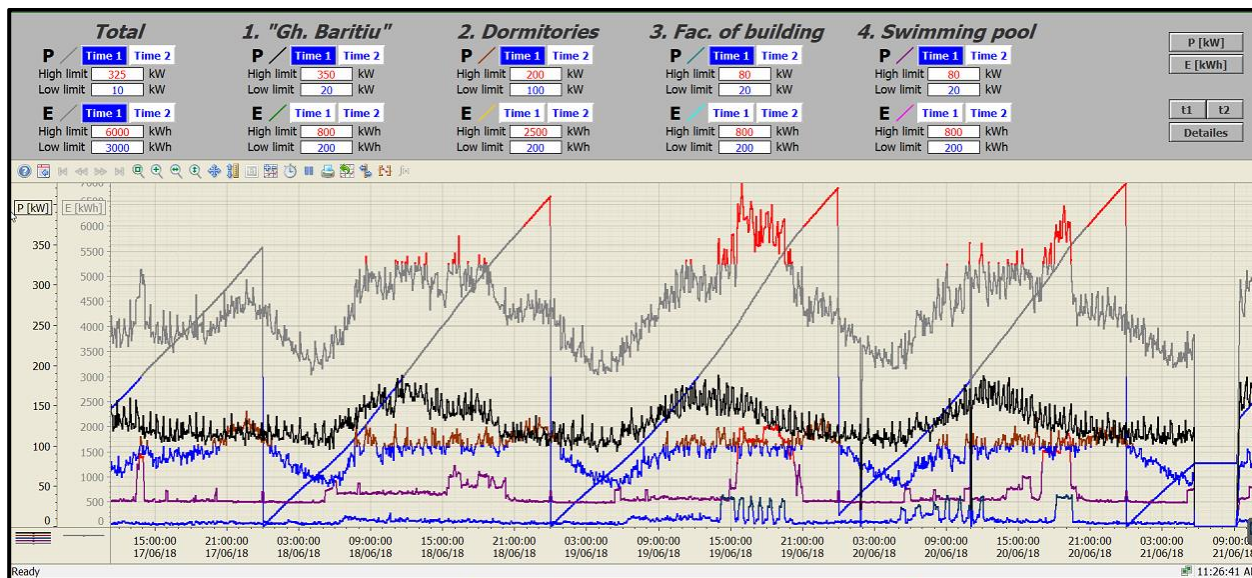

Fig.20. Vizualizare mărimi selectate
- Prin selectarea mărimilor electrice, **Time 1**, al căror trend se dorește a fi vizualizat/analizat, graficul apare sub forma prezentă în Fig.20. Atât puterea cât și energia electrică sunt vizualizate în același interval de timp (aici : 17/06/2018-21/06/2018). **Intervalul maxim ce poate fi expus pe axa Ox este de.....** Observăm că apare chart-ul puterilor pentru cele 4 locații principale plus chart-ul care le însumează pe acestea, adică cel pe General. Pentru energie, observăm că reprezentarea grafică apare sub forma unui semnal „dinte de fierăstrău”, iar după n ore se resetează, acesta reprezentând suma dintre valoarea actuală și valoarea/ valorile precedente. **Pentru mai multe detalii legate de acesta, consultați configurația RESET.**